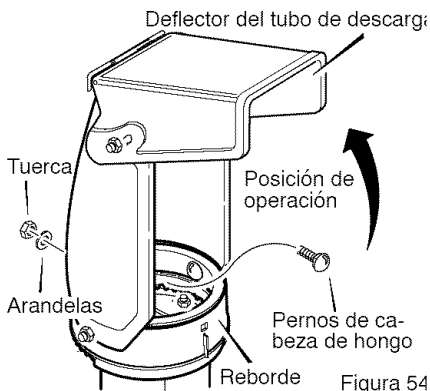

Figura 54
1. Quite el **perno cabeza de hongo**. Vea la Figura 54.